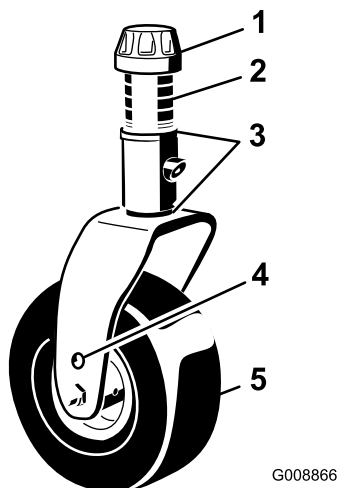

Bild 32
3. Stellen Sie die Beilagscheiben (3 mm) an den vorderen Laufradgabeln auf die entsprechende Schnitthöhe auf dem Aufkleber ein (Bild 32), siehe Einstellen der Schnitthöhe \(Seite 28\).